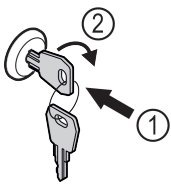

Fig. 130
- ▶ Sleutel erin duwen. Fig. 130 (1)
- ▶ Sleutel 90° rechtsom draaien. Fig. 130 (2)